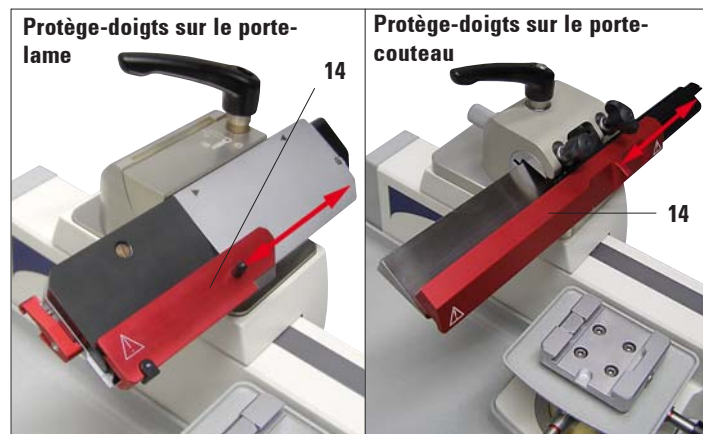

Fig. 3
Le porte-lame est équipé d'un protège-doigts monté de manière fixe (14). Le tranchant de la lame peut ainsi être entièrement recouvert (fig. 3).